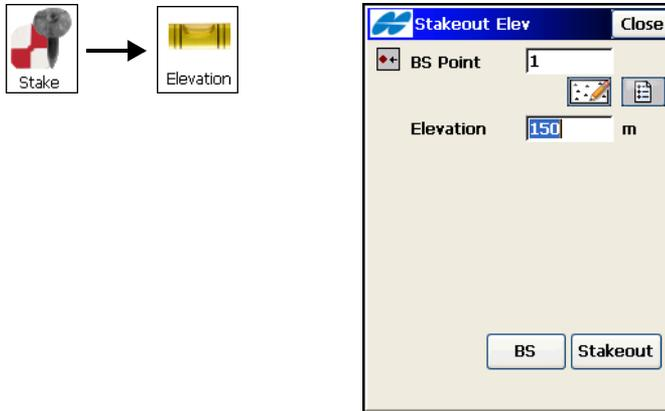

Abbildung 9-56. Höhenabsteckung mit Digitalnivellier
- Um Höhen abzustecken, wählen Sie **Abst ▶ Höhe**. Das Fenster *Absteckung Höhe* erscheint (Abbildung 9-56 auf Seite 9-47).